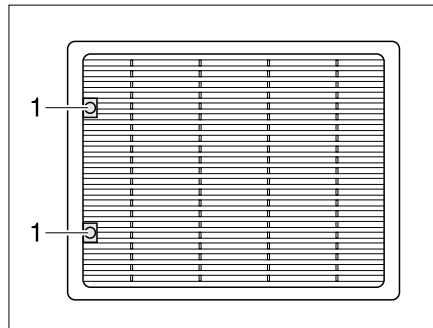

Bild 136 Kühlschrank-Lüftungsgitter
- Schraube (Bild 136,1) mit Hilfe einer Münze eine viertel Umdrehung drehen.